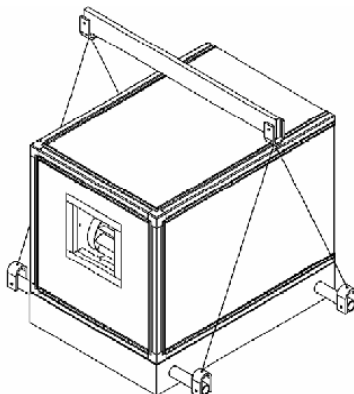

Рис. 1 - Приспособления, необходимые для разгрузки при помощи крана.
2) Должны использоваться только неметаллические грузоподъемные петли в сочетании с подъемной рамой/траверсой - для ровного распределения нагрузки и правильного расположения петель. Во избежание повреждений между петлей и рамой должны использоваться деревянные прокладки (см. рис.1).
4) В опорной раме, установленной под секцией, просверливается отверстие для крепления строп, которые должны быть зафиксированы, должны иметь соответствующий размер и пройти испытания для того, чтобы убедиться, что они выдержат вес транспортируемой секции (см. рис.1).